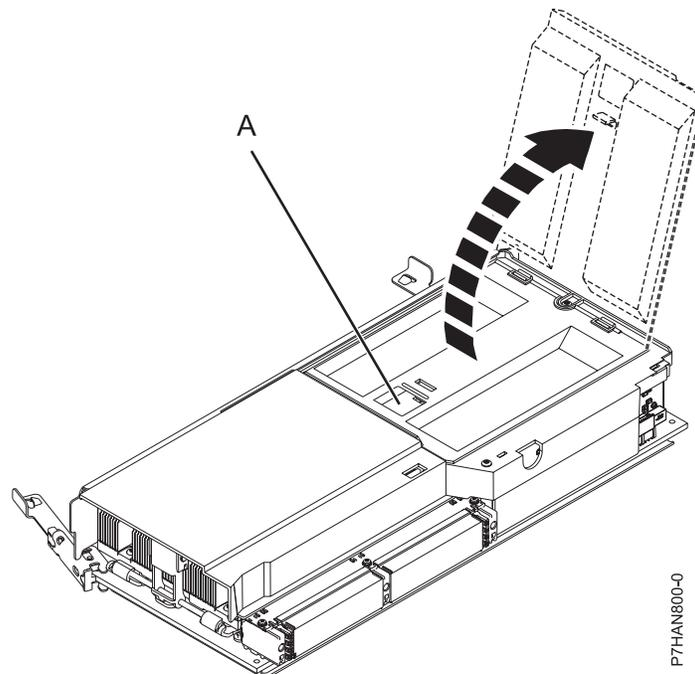

Figura 4. Extracción de un módulo de memoria
10. Desbloquee la cubierta del módulo de memoria presionando la pestaña de bloqueo (A) hacia abajo, tal como se muestra en la Figura 4. Levante la cubierta hacia arriba para poder acceder a los módulos de memoria.